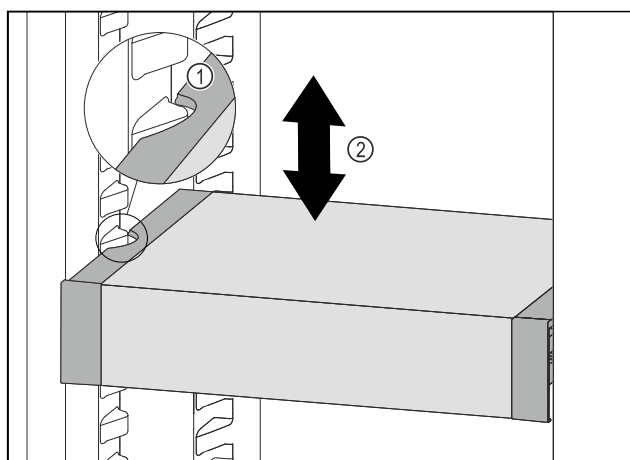

Fig. 217
- VarioSafe nach vorne ziehen, bis sich die seitlichen Aussparungen des VarioSafes auf Höhe der Behälterrippe im Kühlteil befinden. Fig. 217 (1)
- VarioSafe im Kühlteil nach oben oder unten bewegen, bis gewünschte Höhe erreicht ist. Fig. 217 (2)